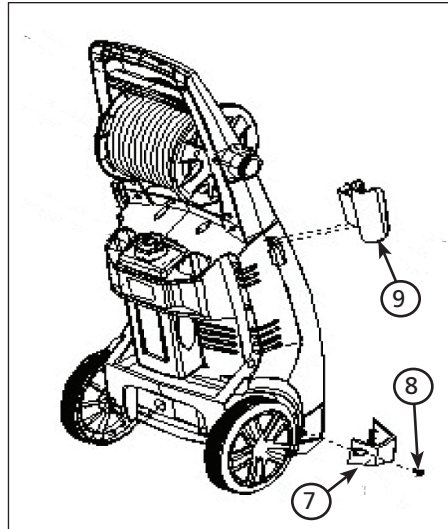

Figure 9 - Seulement pour le PW1835
1. Faites glisser le crochet supérieur du pistolet (9) sur l'unité (voir la figure 9).
2. Faites tourner le crochet inférieur (7) dans la fente dans l'unité.
3. Attachez le crochet inférieur (7) avec une vis Phillips (8).